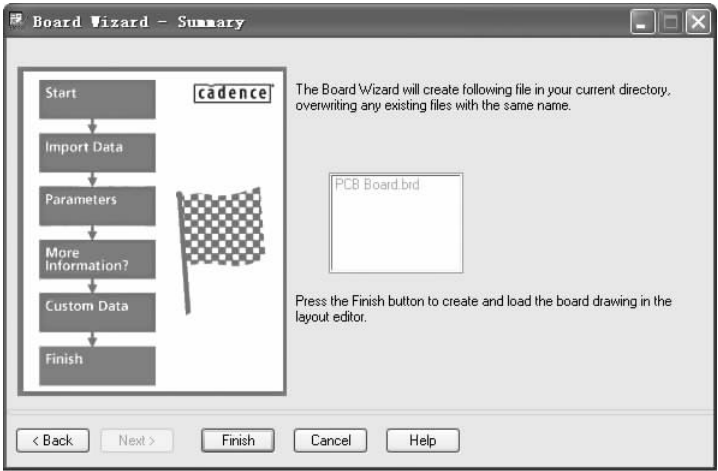
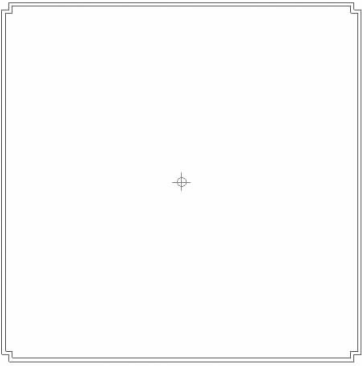

图 10-39 “Board Wizard - Summary（板向导模板）”对话框
图 10-40 完成的板框
14. 单击  按钮，进入图 10-39 所示的对话框，单击  按钮，完成向导模式 “Board Wizard” 板框的创建，如图 10-40 所示。